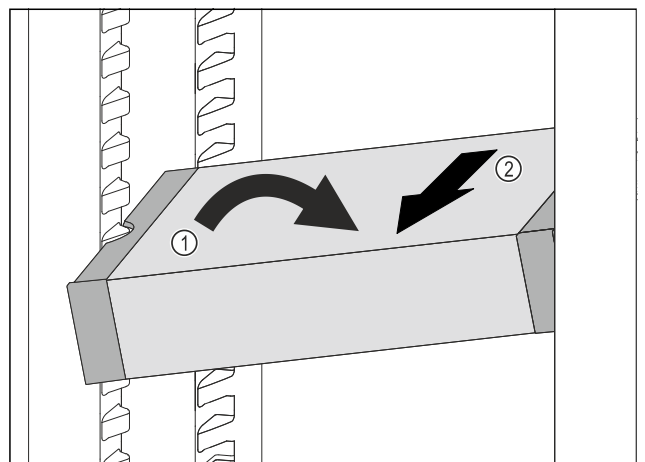

Fig. 139
- ▶ VarioSafe postavte v chladničke šikmo. Fig. 139 (1)
- ▶ VarioSafe vyberte dopredu. Fig. 139 (2)